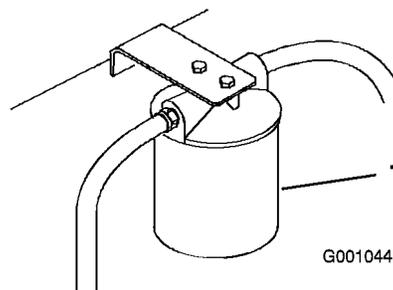

Figure 71
3. Placez un bac de vidange sous le filtre, déposez le filtre usagé et essuyez la surface du joint de l'adaptateur (Figure 71).